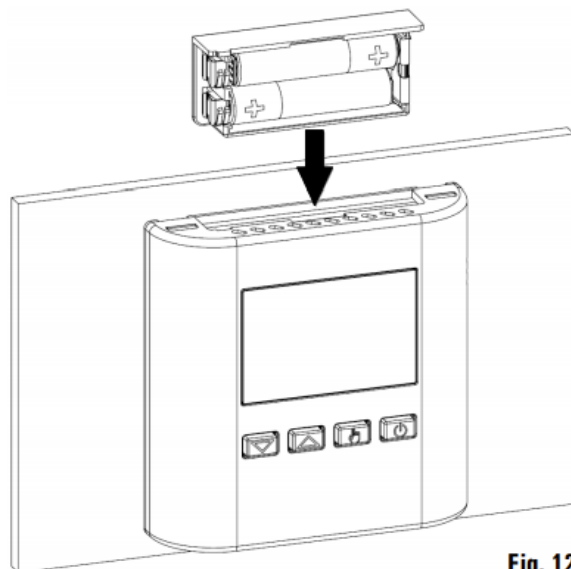

Fig. 12
4. Inserir nuevamente el contenedor porta baterías en el termostato, presionando hasta el fondo, Fig. 12.